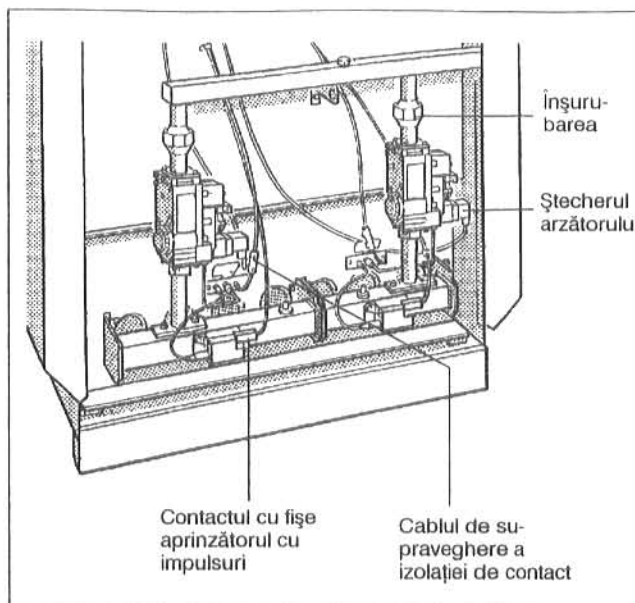

Fig. 39: Arzătorul de gaze cu armătură Honeywell VR 4601
- Se desfac șuruburile de la ștecherul arzătorului iar acesta se scoate din armături (Fig. 39).
- Se desfac contactele cu fișe de la aprinzătoarele cu impulsuri (Fig. 39).
- Se îndepărtează izolația de contact de la cablul de supraveghere (Fig. 39) și se desfac contactele cu fișe.
- Arzătorul se desprinde de la conducta de racord a gazului de la înșurubările prin armături (Fig. 39).